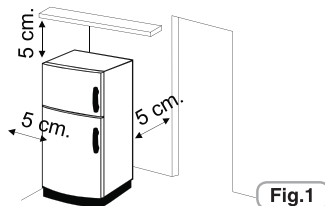

Fig.1
• Attendere almeno 3 ore dalla collocazione in sede definitiva mettere in funzione l'apparecchio. Assicurarsi che lo spazio circostante al frigorifero sia sufficiente per la ventilazione. L'illustrazione (fig.1) mostra lo spazio minimo necessario per l'installazione del frigorifero.
Mantenendo uno spazio maggiore dal muro, il frigorifero consuma un importo minore di energia elettrica. L'utilizzo del frigorifero in uno spazio dalle dimensioni minori rispetto a quelle indicate nell'illustrazione in basso (fig.1), potrebbe provocare un non corretto funzionamento, forti rumori e guasti.